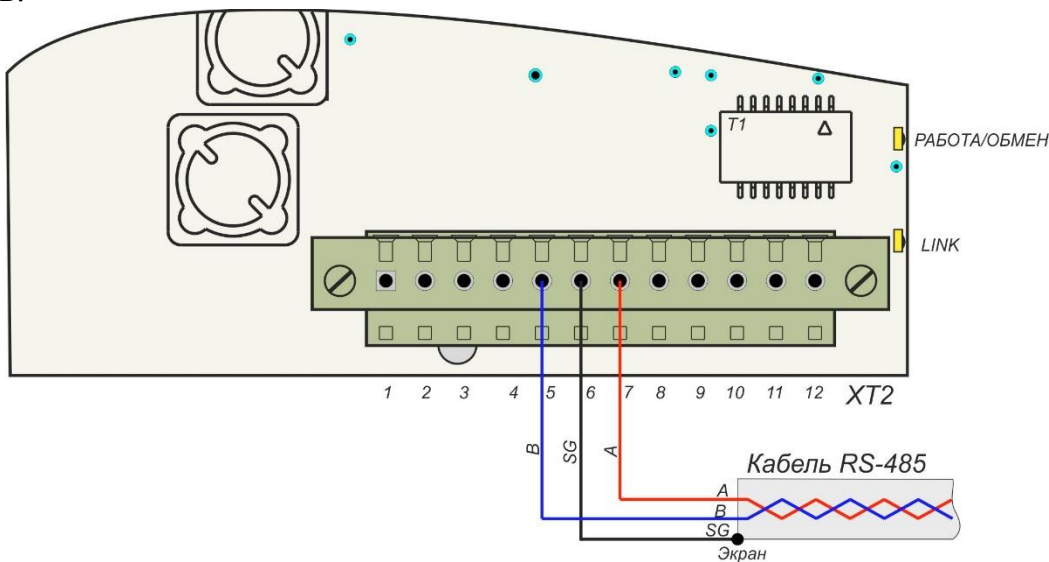

Рисунок 29 – Подсоединение к внешнему устройству с интерфейсом RS-232/RS-485
3. Подключить соединитель между блоком ППК-Е-RS232 и внешним устройством с интерфейсом «RS-232». В ППК-Е отдельные провода соединителя прикручивают к клеммам 4-7 под винт разъема XT2 (см. Рисунок 29.А, общий вид платы – Рисунок